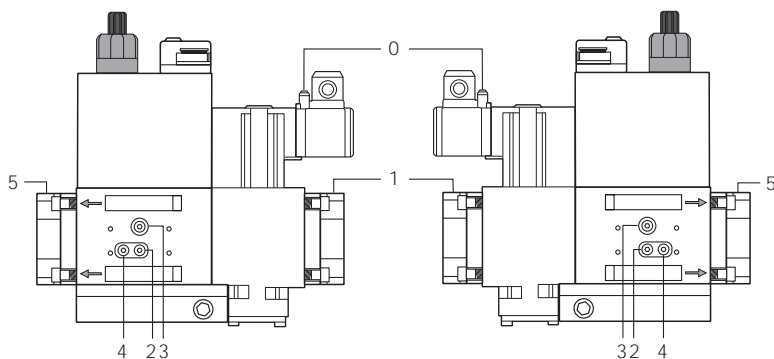
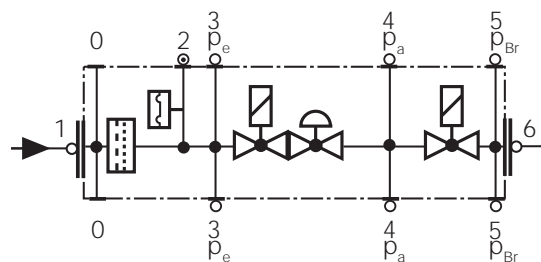

Fig. 34
Fig. 35
- Schimbati filtrul daca diferenta de presiune intre prizele 1 si 2 (Fig. 34-Fig. 35) este $\Delta p > 10$ mbar.
- Schimbati filtrul daca diferenta de presiune intre prizele 1 si 2 (Fig. 34-Fig. 35) este de doua ori mai mare comparata cu cea de la ultima verificare .